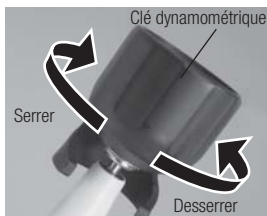

Fig.14
- 2) L'insert s'introduira par l'orifice du bas de la clé dynamométrique. Alignez la base carrée de l'insert dans la base carrée de la clé dynamométrique. Tournez-la ensuite dans le sens des aiguilles d'une montre jusqu'à entendre un clic. (Fig.14)